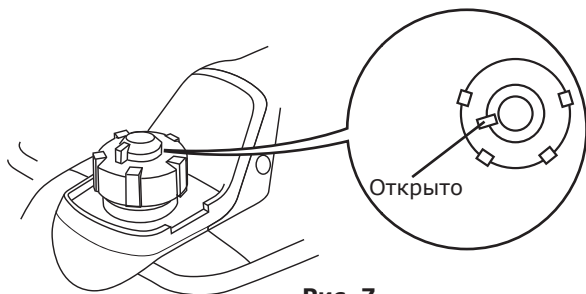

Рис. 7
- Откройте дыхательный клапан на крышке бензобака (рис. 7).